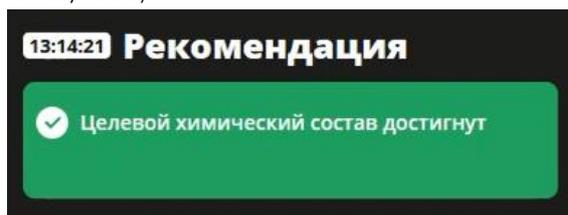

Рисунок 5. Сообщение в блоке Рекомендация
4. После достижения целевого химического состава Решение отображает соответствующее сообщение в блоке Рекомендация (см. Рисунок 5)